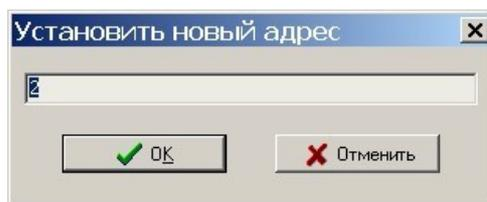

Рисунок 18
6) Если требуется установить новый адрес БРК-Э в интерфейсе СОС-95, то надо выбрать в таблице БРК-Э и выполнить команду «Адрес» (рисунок 18). Ввести требуемый адрес БРК-Э и нажать кнопку «ОК» для записи адреса в БРК-Э.